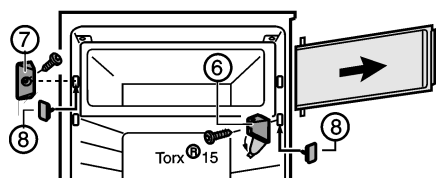

Fig. 2
- ▶ Ouvrir le cache du support d'appui Fig. 2 (6).
- ▶ Dévisser le support d'appui Fig. 2 (6) avec la porte du compartiment.
- ▶ Dévisser l'élément de fermeture Fig. 2 (7).
- ▶ Boucher les trous à l'aide des bouchons Fig. 2 (8) joints.